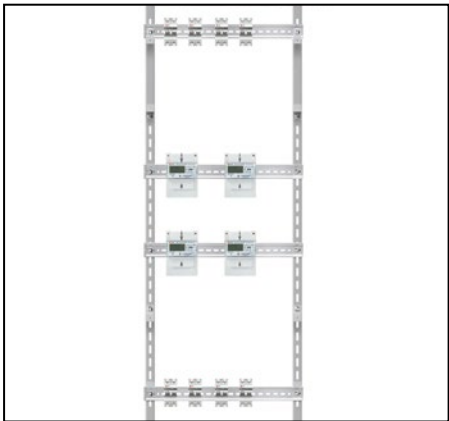

Рис. 50
1.3. Установите счетчики и необходимую модульную автоматику на DIN-рейки и выполните внутренние электрические соединения электроаппаратуры в соответствии с рис. 50.